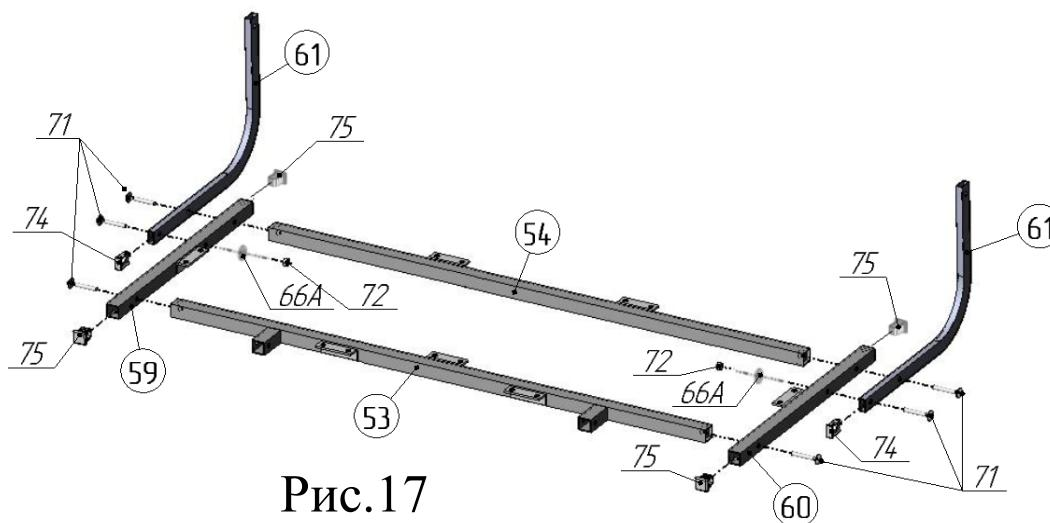

Рис.17
19. В тяги-уголки поз.61 вставить заглушки 10x20 поз.74 (рис.17). К штангам поз.53,54 присоединить штанги поз.59,60, тяги-уголки поз.61, используя винты M6x40 поз.71,
в соответствии с рисунком 17. В двух местах соединить штанги поз.59,60 с тягами-уголками поз.61, используя гайки M6 со стопорным кольцом поз.72, винты M6x40 поз. 71, шайбы Ø6x18 стальные поз.66А. В торцы штанг поз.59,60 вставить заглушки 20x20 поз.75 (рис.17).